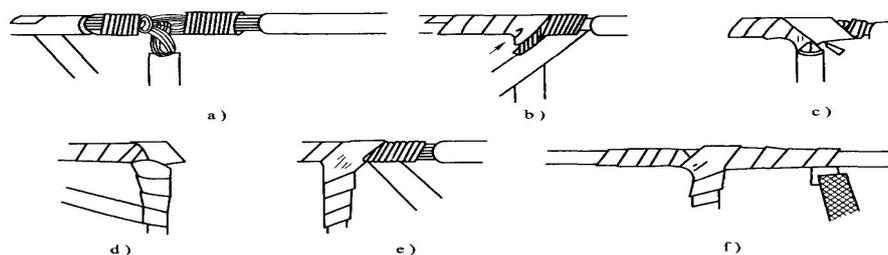

图 10—2 T 字形连接接头的绝缘恢复
压,使其与被压在下边的带面呈 X 状交叉,然后把带再回绕到左侧转角处,如图 10—2 c 所示。
4、使黄蜡带从接头交叉处开始在支线上向下包缠,并使黄蜡带向右侧倾斜,如图 10—2 d 所示。
5、在支线上绕至绝缘层上约两个带宽时,黄蜡带折回向上包缠,并使黄蜡带向左侧倾斜,绕至接头交叉处,使黄蜡带围绕过干线顶部,然后开始在干线右侧芯线上进行包缠。如图 10—2 e 所示。
6、包缠至干线右端的完好绝缘层后,再接上黑胶带,按上述方法包缠一层即可,如图 10—2 f 所示。